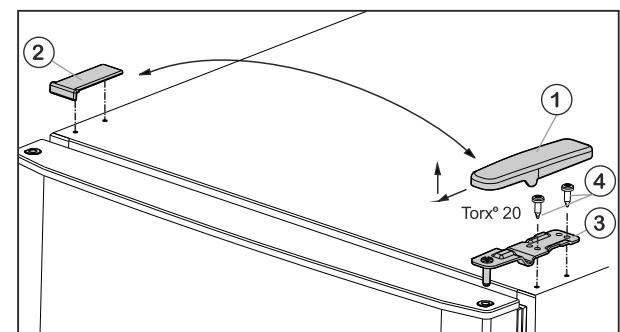

Fig. 6
- Kryt Fig. 6 (1) odoberte smerom dopredu a hore.
- Kryt Fig. 6 (2) nadvihnite.
- Hornú ložiskovú konzolu Fig. 6 (3) odskrutkujte (2 x Torx® 20) Fig. 6 (4) a odoberte smerom hore.
- Vrchnú ložiskovú konzolu Fig. 6 (3) nasadťte na novej strane závesu do dverí.
- Hornú ložiskovú konzolu **pevne (pomocou krútiaceho momentu 4 Nm)** priskrutkujte (2x Torx® 20) Fig. 6 (4). V prípade potreby použite akumulátorový skrutkovač.
- Kryt Fig. 6 (1) nasadťte na opačnú stranu zvonka a zaklapnite.
- Kryt Fig. 6 (2) nasadťte vždy na opačnú stranu zhora a zaklapnite.